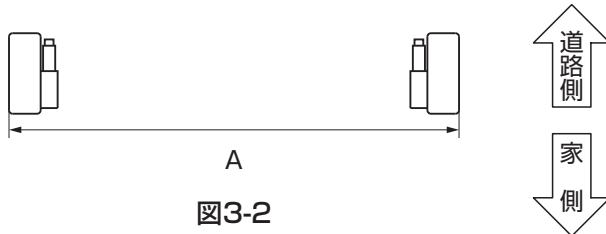

図3-2
- 左右の手動支柱は柱外々寸法を守って施工してください。A寸法は柱外々寸法±3mm以内(図3-2参照)
② 柱の前後ズレ：G.L.にて測定